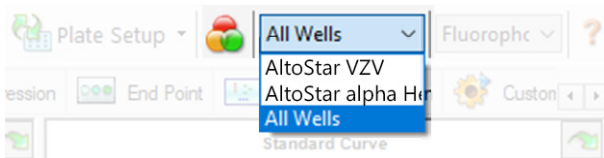

Figura 4: Botón Well Group (grupo de pocillos) y menú desplegable Well Group (grupo de pocillos)
En la ventana Data Analysis (análisis de datos), asegúrese de seleccionar el **Well Group** (grupo de pocillos) del kit AltoStar® VZV PCR Kit 1.5. Por tanto, haga clic en el menú desplegable **Well Group** (grupo de pocillos) junto al botón **Well Group** (grupo de pocillos) (consulte la figura 4) de la barra de herramientas. No utilice el **Well Group** (grupo de pocillos) «All Wells» (todos los pocillos). La selección de la figura 4 se usa como vista de ejemplo general.
1. En la ventana Data Analysis (análisis de datos), asegúrese de seleccionar el **Well Group** (grupo de pocillos) del kit AltoStar® VZV PCR Kit 1.5. Por tanto, haga clic en el menú desplegable **Well Group** (grupo de pocillos) junto al botón **Well Group** (grupo de pocillos) (consulte la figura 4) de la barra de herramientas.